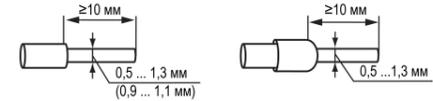

Рисунок 3 – Характеристики кабелей
- Многожильные медные кабели, концы которых перед подключением следует тщательно зачистить и облудить. Диаметр многожильного кабеля после лужения 0,9 мм (17 жил, AWG 22) или 1,1 мм (21 жила, AWG 20), длина лужения не менее 10 мм (см. *рисунок 3*).
- Кабельные наконечники (входят в комплект поставки), с длиной коннекторов не менее 10 мм. (см. *рисунок 3*).